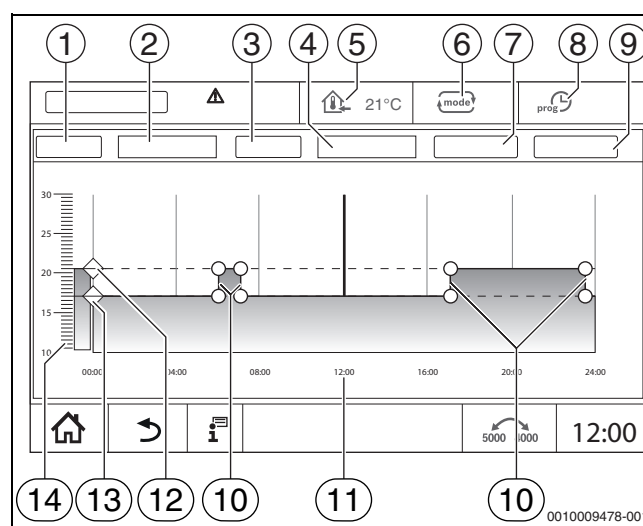

Bild 25 Zeitprogramm
- ▶ Symbol antippen, halten und auf die entsprechende Temperatur ziehen (→ Bild 25, [15], Seite 23).
- Symbol antippen und aus der Auswahlliste den Wochentag (→ Bild 25, [2], Seite 23) und das gewünschte Programm (→ Bild 25, [4], Seite 23) wählen.